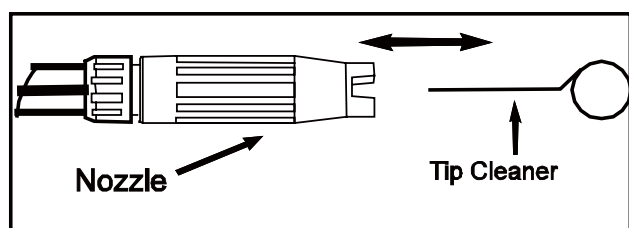

Imagen 5 – Inserte el limpiador de puntas en el orificio de la boquilla y muévelo hacia dentro y hacia fuera hasta que se desprendan los restos de suciedad
- Usando el limpiador de puntas suministrado, o un sujetapapeles estirado, inserte el alambre en el orificio de la boquilla y mueva hacia dentro y hacia fuera hasta que se desprendan los restos de suciedad (vea la Imagen 5).